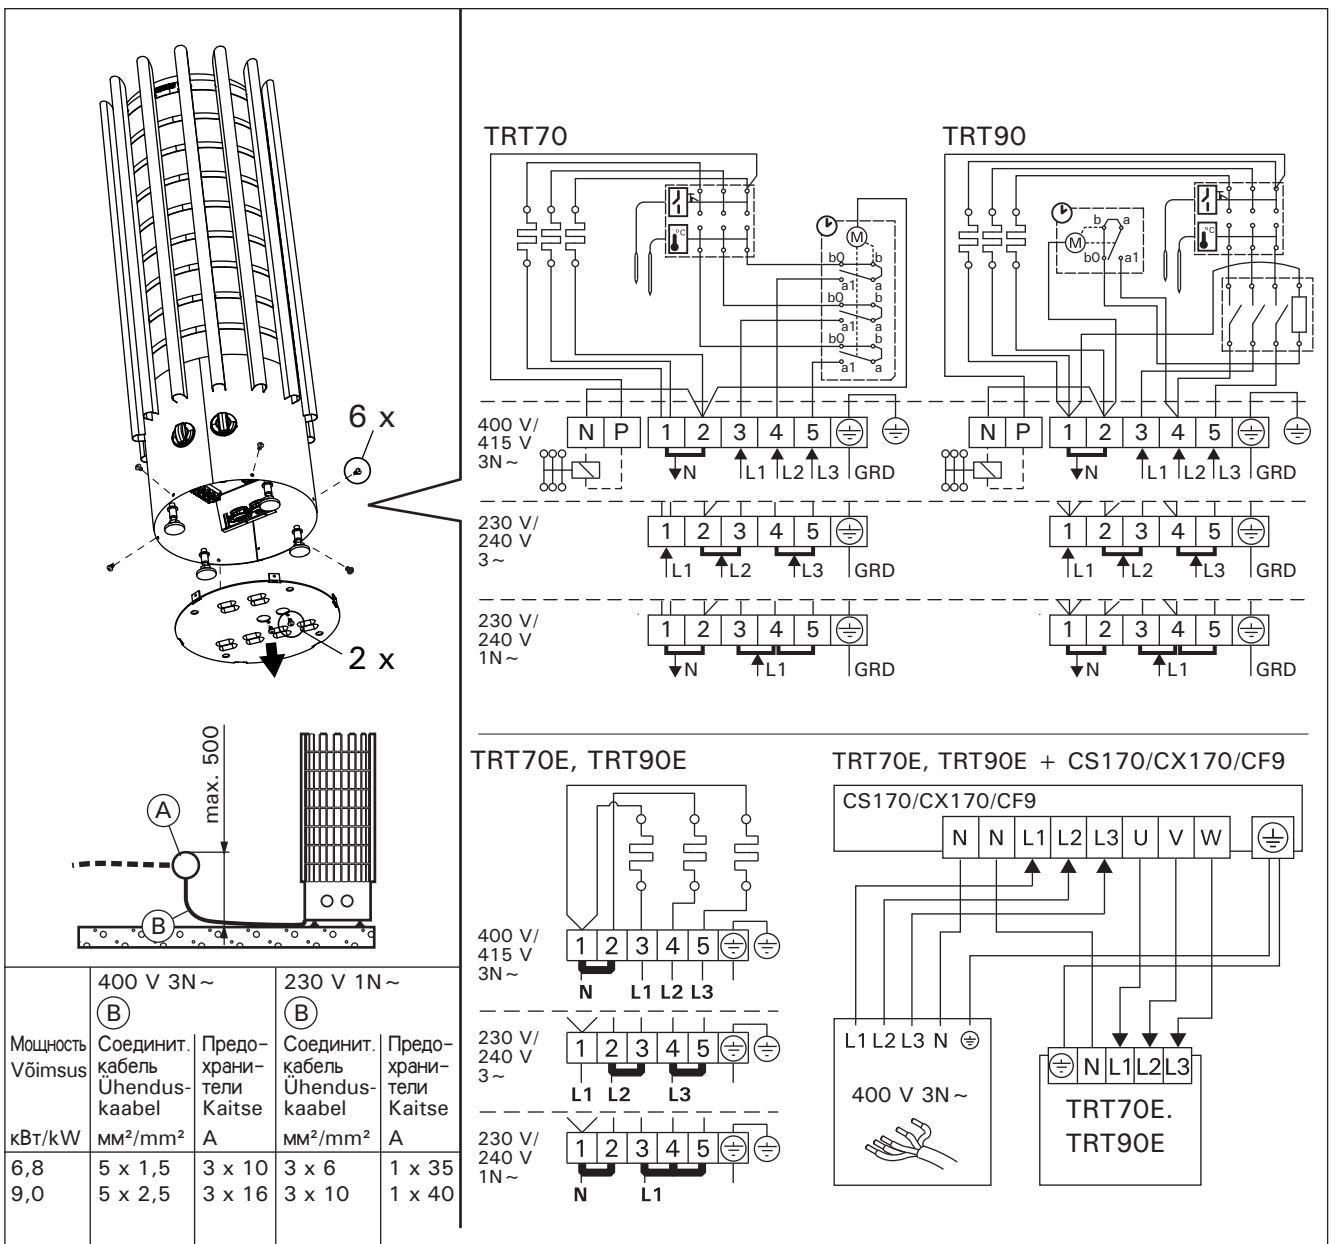

Рисунок 7. Электромонтаж
- Каменка гибким проводом подсоединяется к соединительной коробке (рис. 7: A) на стене сауны. Соединительная коробка должна быть брызгозащищенной и находиться на расстоянии не более 500 мм от пола.
- В качестве кабеля (рис. 7: B) следует использовать резиновый кабель типа HO7RN-F или подобный. **ВНИМАНИЕ! Использование кабеля с ПВХ-изоляцией запрещено вследствие его**
- Кроме клемм питания каменки TRT70/TRT90 оснащены также клеммой (P), которая делает возможным управление электрическим нагревом (рис. 7). Управляющее напряжение передается от каменки, когда она включена. Кабель управления электронагревом подводят прямо к соединительной коробке каменки и дальше с помощью резинового кабеля, равного по сечению соединительному кабелю, к клеммнику.